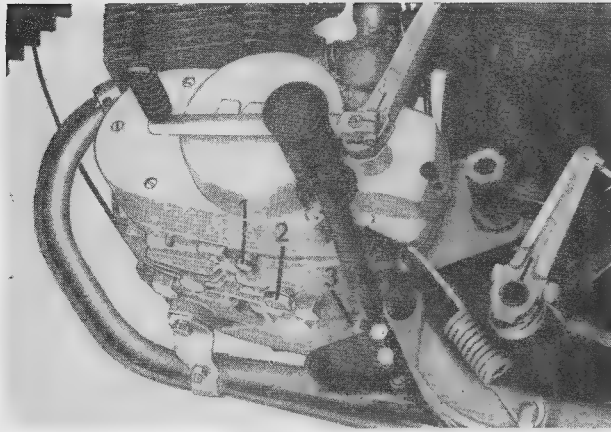

Bild 134. Ablassen des Schmiermittels aus Getriebe- und Kupplungsraum
Die Montagebrücke 22-50.430 wird mit zwei Schrauben M 5 (1) und einer Schraube M 6 (2) auf die rechte Gehäusehälfte geschraubt. Danach die Leergangarretierschraube (3 im Bild 134) herausdrehen.